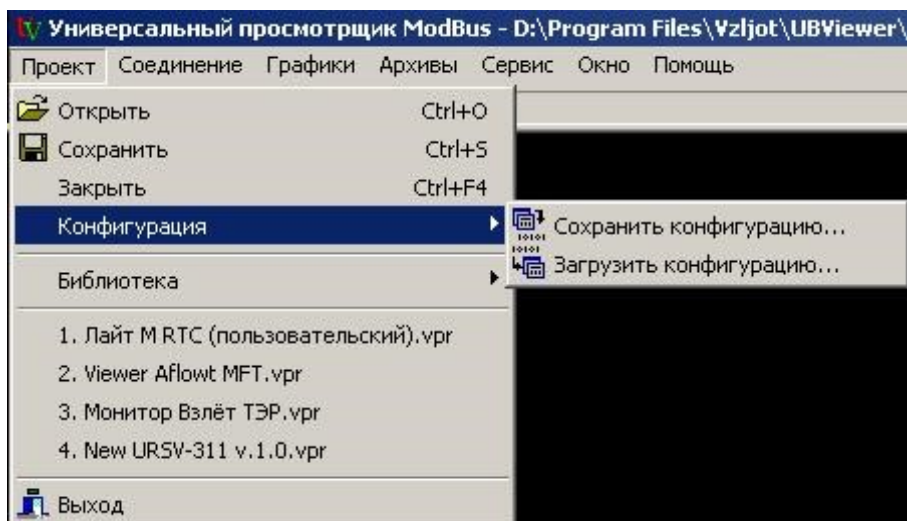

Рис.25. Окно «Универсальный просмотрщик».
- в программе «Универсальный просмотрщик» выбрать пункт «**Проект**» / «**Конфигурация**» / «**Сохранить конфигурацию**» (рис.25).